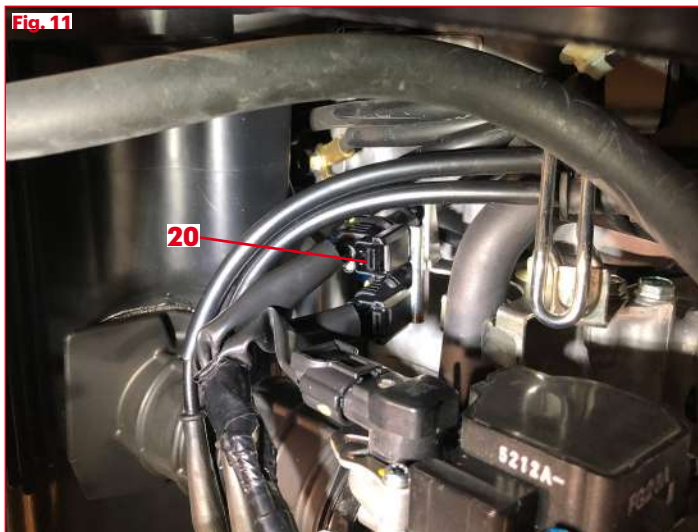

**Fig. 8**
#### **Art. 5516458 (Fig. 8 - Fig. 9)**
- Die Lambdasonde **(13)** im vorderen Teil des Fahrzeugs ermitteln **(Fig. 8)**
- Die Öse über dem Masseknoten **(17)** auf dem Motorgehäuse anbringen **(Fig. 8)**
#### Art. 5516458 (Fig. 8 - Fig. 9)
- Identifique en el cabezal del vehículo la sonda lambda (13) (Fig. 8)
- Siga el cableado hasta el conector (14)
- Poner el ojal sobre del cable de masa **(17)** situado en el carter motor **(Fig. 8)**